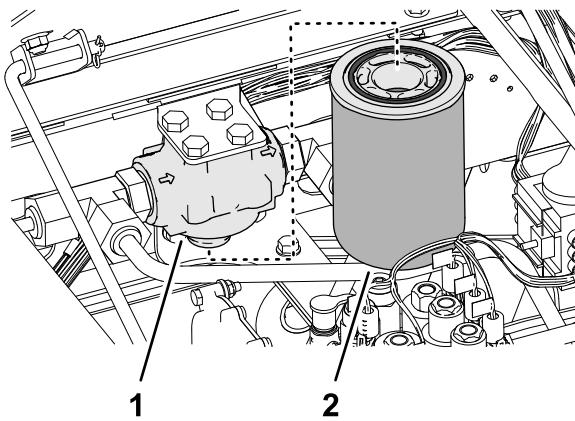

Figure 163
3. Nettoyez la surface autour du filtre de charge et de la tête du filtre (Figure 163).